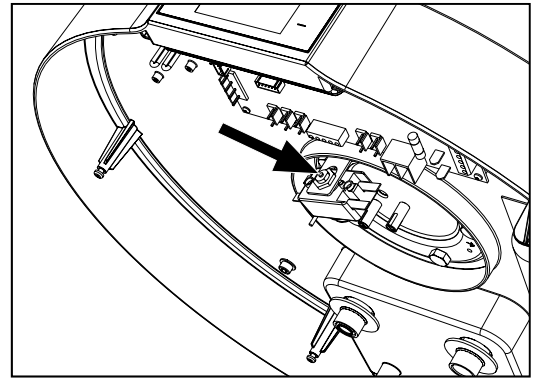

fig. 59 - Restabelecimento do termóstato de segurança
- Restabeleça manualmente o termostato de segurança disparado (fig. 59). Em caso de intervenção, o perno central do termóstato sobressai em cerca de 2 mm.